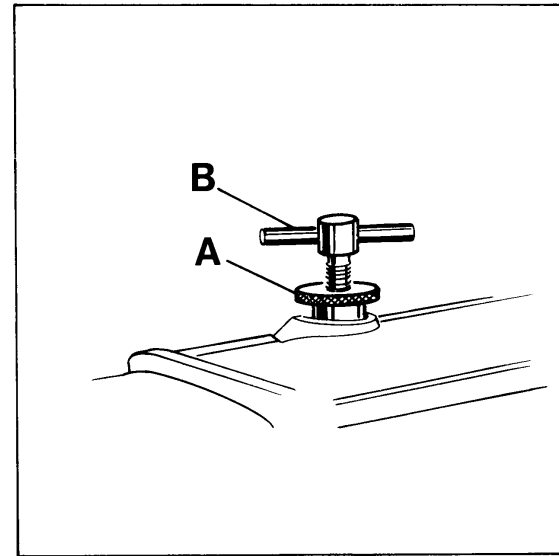
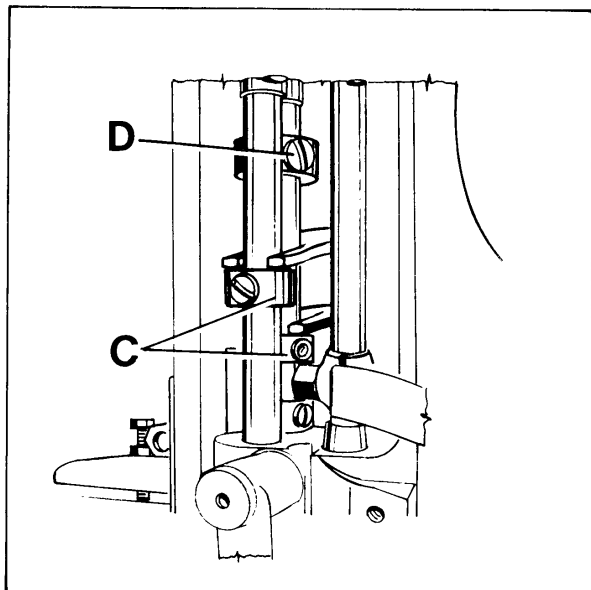

Fig. 22
Fig. 23
Rotate handwheel until the lower feed dog is below the throat plate. Loosen knurled nut (A, Fig. 22) and turn out T-screw (B) until it does not exert any pressure on the leaf springs. In this position, the pressure exerted on the presser foot should be so strong that the presser foot bottom and the front end of the presser foot tongue rest squarely on the throat plate. By relocating the collars (C, Fig. 23) which serve as a leaf spring rest, on the left and right presser bar, the pressure can be changed. Raising the collars increases the pressure, lowering the collars decreases it.
Drehen Sie das Handrad bis der untere Transporteur unter der Stichplatte steht. Lösen Sie die Rändelmutter (A, Fig. 22) und drehen Sie die Knebelschraube (B) soweit heraus, daß sie nicht mehr auf die Blattfedern drückt. In dieser Stellung soll der Druck auf den Drückerfuß so stark sein, daß die Drückerfußsohle und das vordere Ende der Drückerfußzunge flach auf der Stichplatte aufliegt. Durch Verstellen der als Blattfederauflage dienenden Stellringe (C, Fig. 23) auf der linken und rechten Drückerfußstange kann der Druck verändert werden. Verstellen der Stellringe nach oben verstärkt, verstellen nach unten verringert den Druck.
The presser foot lift is limited with the upper stop collar (D, Fig. 23) on the right presser bar. When the needle is in its lowest position and the presser foot is lifted with the presser foot lifter lever, the needle holder should not contact the presser foot. Besides this, the lifted presser foot should not contact the right upper spreader or upper looper moving upwards. Set the stop collar (D) accordingly.
Now turn in T-screw (B, Fig. 22) until the necessary presser foot pressure for proper feeding is exerted (determine by sewing tests). Secure this setting with the knurled nut (A) which simultaneously fastens the upper arm cover. Remount the face cover and the finger guard.
Der Hub des Drückerfußes wird mit dem Anschlag-Stellring (D, Fig. 23) oben auf der rechten Drückerfußstange begrenzt. Wenn die Nadel in der untersten Stellung ist und der Drückerfuß mit dem Drückerfuß-Lifterhebel angehoben wird, darf der Nadelhalter den Drückerfuß nicht berühren. Zudem darf der geliftete Drückerfuß den nach oben gehenden rechten oberen Blindgreifer oder Obergreifer nicht berühren. Stellen Sie den Anschlag-Stellring (D) entsprechend ein.
Nun drehen Sie die Knebelschraube (B, Fig. 22) soweit ein, daß der zum einwandfreien Transport notwendige Drückerfußdruck erzeugt wird (durch Nähversuche ermitteln). Sichern Sie diese Einstellung mit der Rändelmutter (A), mit der gleichzeitig der obere Armdeckel befestigt wird. Montieren Sie den Stirndeckel und den Fingerschutz wieder.